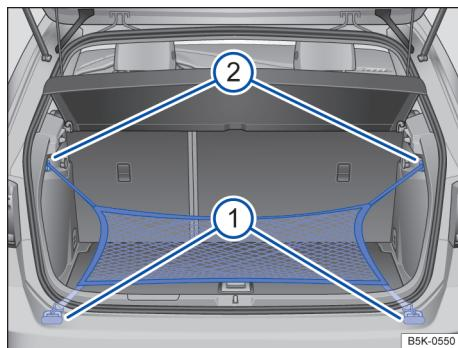

Fig. 147 No compartimento de bagagem: rede para bagagem presa no canto do compartimento de bagagem.
- Prender os ganchos curtos da rede para bagagem nos olhais de amarração → Fig. 147 ① →  O zíper da rede para bagagem deve estar voltado para cima.
- Prender as alças nos ganchos para sacolas → Fig. 147 ②.